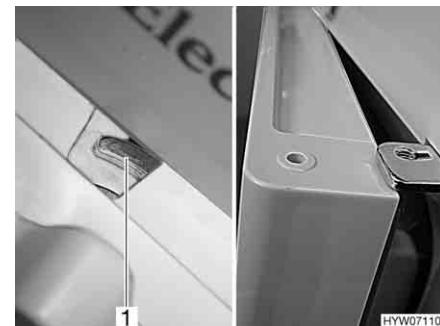

Fig. 157 Porta del frigorifero/del vano congelatore in posizione di ricircolo d'aria (serie Dometic 7 con vano congelatore separato)
- Spostare il dispositivo di bloccaggio completamente verso destra. La porta del frigorifero/porta del vano congelatore è bloccata con l'ausilio dell'arresto della porta (Fig. 157,1). In questo modo la porta del frigorifero/ porta del vano congelatore rimane ferma in posizione socchiusa (Fig. 157).